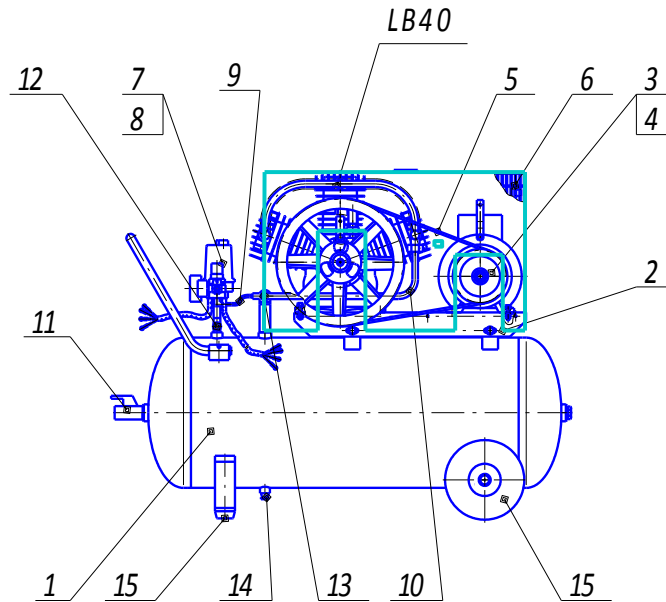
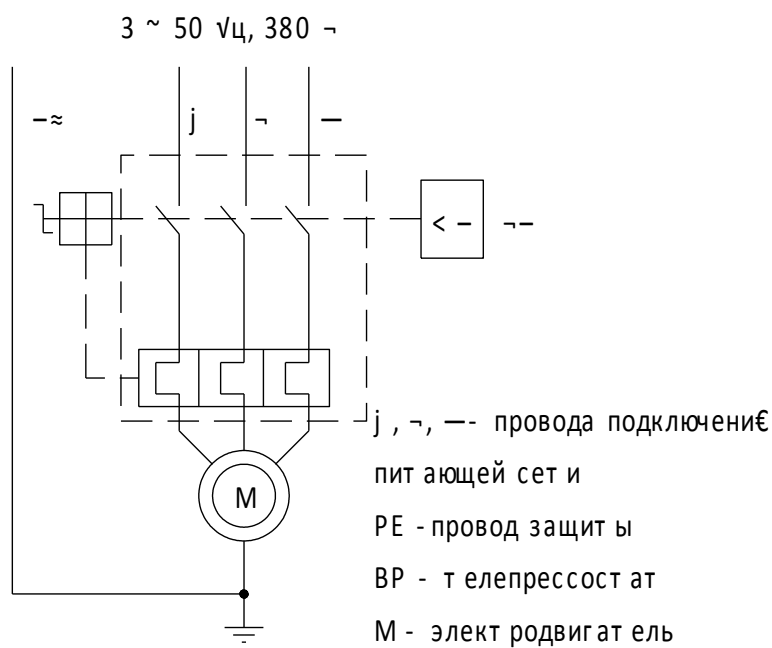

Рис. 1
Рис. 5
2.8. Общий вид компрессоров представлен на рис. 1, 2, 3, 4, схема электрическая принципиальная - на рис. 5.
**Примечание:** комплект колес, амортизаторов (поз. 15, см. рис. 1, 2, 3, 4) и детали их крепления упакованы отдельно.
5.1. Компрессор (рис.1, 2, 3, 4) состоит из следующих основных сборочных единиц и деталей: блока поршневого LB40, ресивера (воздухосборника) 1, платформы 2, электродвигателя 3 со шкивом 4, клинового ремня 5, защитного ограждения 6, прессостата 7, манометра 8, воздухопровода сброса давления 9, нагнетательного воздухопровода 10, крана 11, клапана предохранительного 12, клапана обратного 13, крана слива конденсата 14, колес и амортизаторов 15.